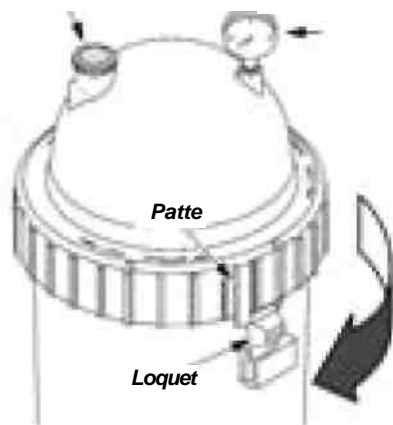

Fig. 2 – Faites tourner la bague Posi-Ring™ jusqu'à ce que la patte s'enclenche derrière le loquet de sécurité.
1. Bloquez la bague Posi-Ring™ en position en la faisant tourner **DANS LE SENS DES AIGUILLES D'UNE MONTRE** jusqu'à ce qu'elle « s'enclenche » en passant sur le loquet de sécurité (voir figure 2). Dès que la bague est enclenchée, arrêtez de la faire tourner. Vous pouvez avoir l'impression que la bague est un peu lâche, mais elle se serrera d'elle-même une fois que la pompe sera en action et que le filtre sera sous pression.
2. Installez le manomètre et la soupape d'évacuation de l'air (voir la Fig. 2) sur le couvercle du réservoir.
- C. Faites tourner la bague Posi-Ring™ dans le sens des aiguilles d'une montre jusqu'à ce qu'elle s'enclenche derrière le loquet de sécurité (voir figure 2).